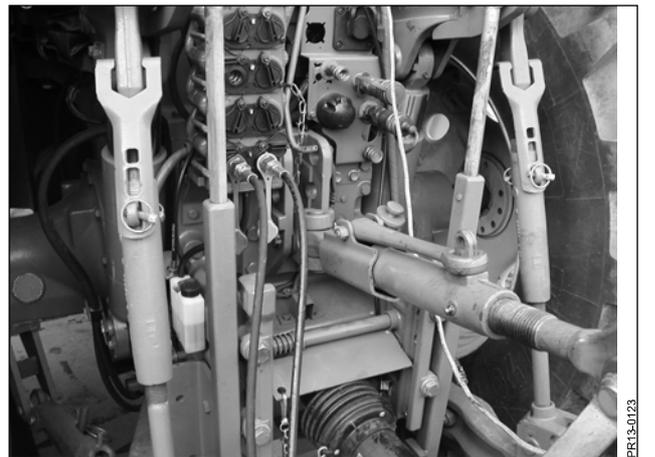

Fig. 2-4
**Fig. 2-4** Die Hydraulikschläuche an ein doppelwirkendes Steuergerät anbauen. Die Maschine durch Anheben der Unterlenker und Aktivierung des doppelwirkenden Steuergeräts in Arbeitsstellung bringen und gleichzeitig das Ventil mit dem Seilzug aktivieren.